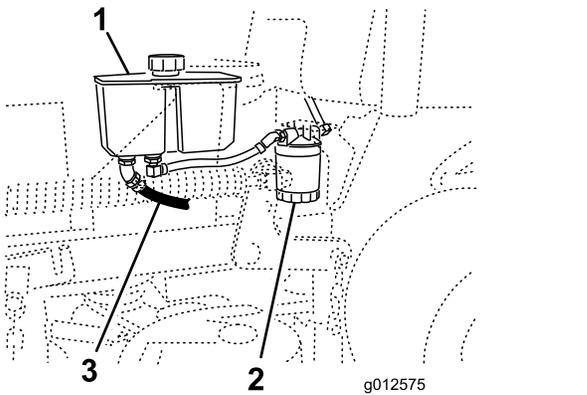

Figura 69
4. Localize o tubo frontal hidráulico sob o depósito hidráulico e coloque um recipiente sob o depósito (Figura 69).